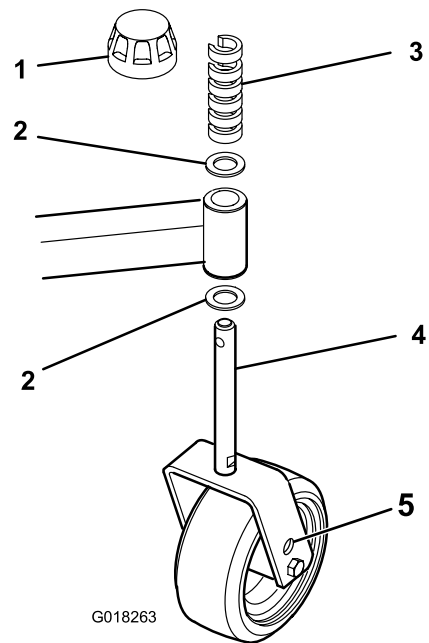

Bild 19
6. Passen Sie die Beilagscheiben an den vorderen oder hinteren Laufradarmen an, um die richtige Mähwerkneigung zu erhalten (Bild 19).